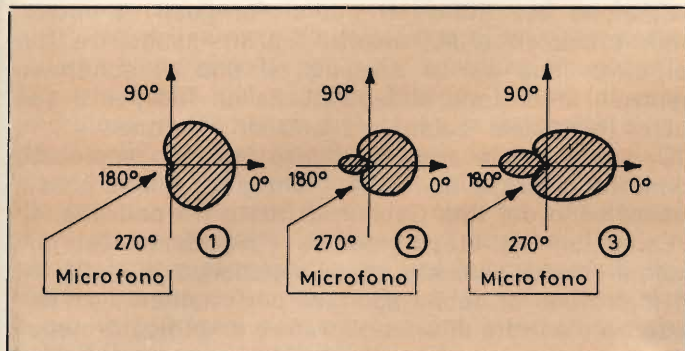

Fig. 3 - Curva polare di un microfono cardiaco (1), super-cardiode (2) e iper-cardiode (3).
La fig. 3 mostra il diagramma di direttività di un microfono cardiode (1), super-cardiode (2) e iper-cardiode (3).